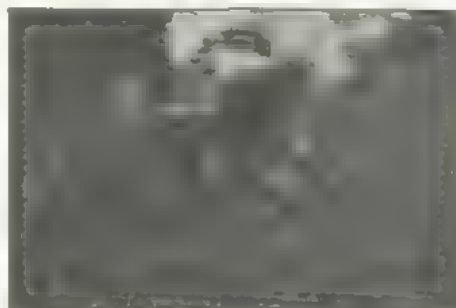

Fig. 2 - Pezuña totalmente deformada. Cuando el toro tiene tendencia a deformar sus pezuñas vigíelo.
b) Deformaciones de las pezuñas. Después de enfermedades de traumas o por defectos de aplomos las pezuñas se deforman (Fig. 2) quiebran o aun llegan a desprenderse.
#### Manipulación para el salado (Fig. 2)